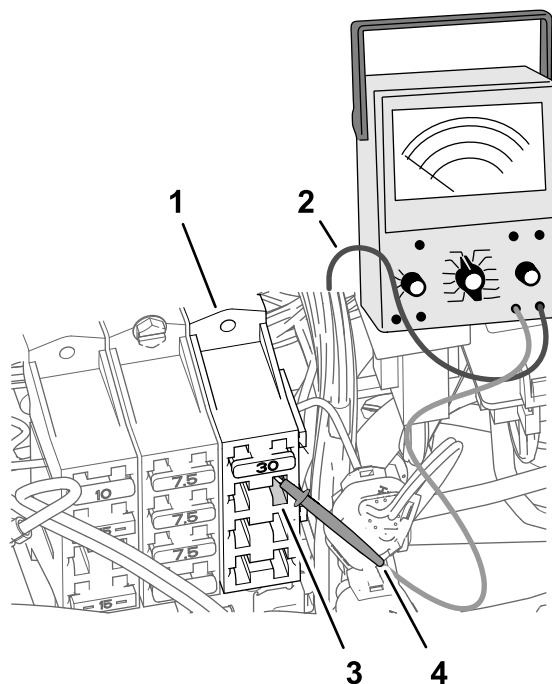

Figura 187
2. Nel portafusibili 3 della macchina, inserite la sonda del multimetro nel contatto 4 (la colonna destra) della presa 2 del fusibile, come illustrato nella Figura 187.